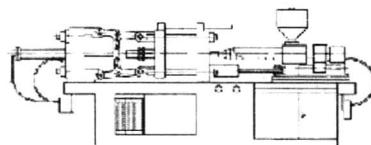

图 1-8
(8) 用于塑料、橡胶、纺织、造纸等轻工行业(图 1-8)。如注塑机、橡胶压块机、纺织机、造纸机等。